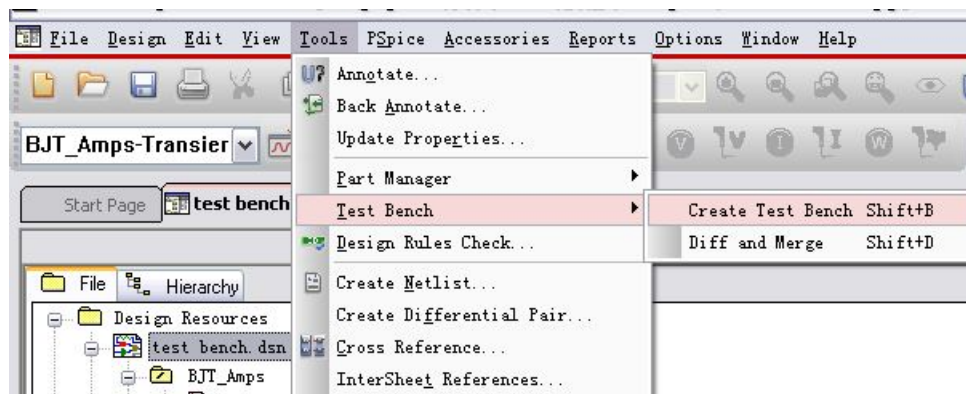

图 1 创建 Test Bench
①在项目管理器中选择 DSN 文件，如图 1
②选择 Tool/Test Bench/Create Test Bench。如图 1 所示。